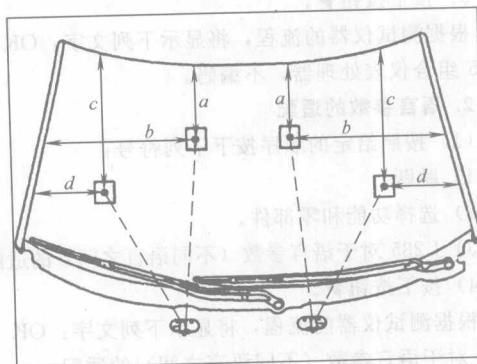

图 1-1 前风窗玻璃喷嘴的调整
(1) 用油性笔在玻璃的四个角上作标记。
(2) 调整尺寸如图 1-1 所示。